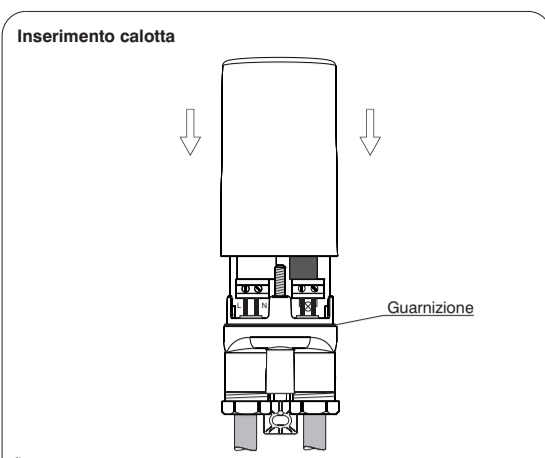

fig. 5
- inserire la calotta (fig. 5) e premere fino a portarla in battuta sulla vite imperdibile.